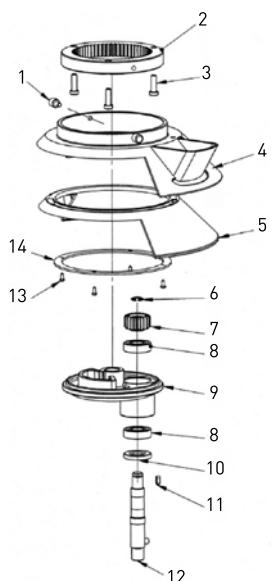

Рис. 4: Обод чаши и вращающаяся ось
- Обод чаши и вращающаяся ось (Рис. 4).
Список деталей устройства, указанных на Рис. 4